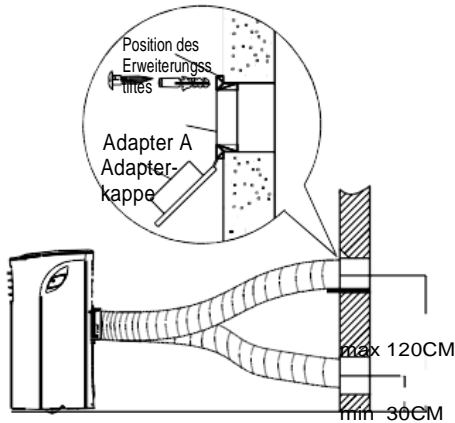

Abb. 19
1. Bohren Sie ein Loch in die Wand. Montieren Sie den Wandauslass-Adapter A an der Wand (Außenseite) mittels 4 Erweiterungsstiften und Holzschrauben und achten auf gründliche Befestigung. (siehe Abb.19)